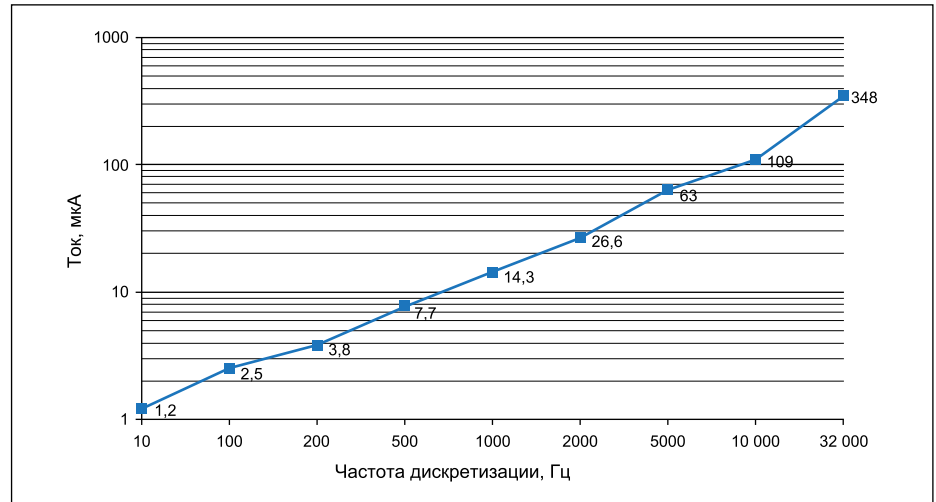

Рис. 2. Энергопотребление АЦП кристаллов Gecko в зависимости от частоты дискретизации
1. 12-разрядный аналого-цифровой преобразователь последовательного приближения обеспечивает преобразование входного аналогового сигнала с частотой до 1 млн отсчетов в секунду. Энергопотребление блока при максимальном значении частоты дискретизации составляет порядка 350 мкА, что крайне редко встречается у микроконтроллеров со встроенными аналого-цифровыми преобразователями с таким быстродействием. Преобразования на меньшей частоте дискретизации обеспечат дополнительную экономию энергии (рис. 2).